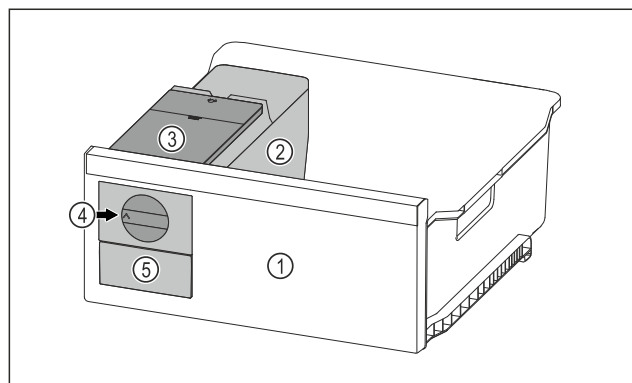

Fig. 80 Przykładowa prezentacja
- ▶ Pokrętko Fig. 80 (4) obrócić zgodnie z ruchem wskazówek zegara.
- ▷ Kostki lodu wypadają do pojemnika na kostki lodu w szufladzie na kostki lodu Fig. 80 (5). Jeżeli nie wszystkie kostki lodu zostaną zwolnione z pojemnika na kostki lody: